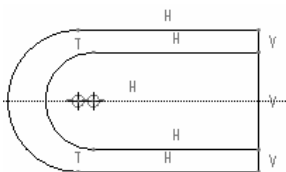

图 4.18.4 绘制直线
Step4. 单击“线”命令按钮  中  线链, 绘制图 4.18.4 所示的直线。
Step2. 分别单击图 4.18.4 所示的图元中要去掉的部分, 修剪后的图形如图 4.18.5 所示。